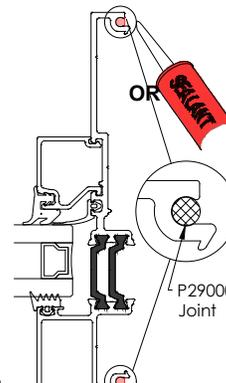

FIG. 5
- Appliquez un cordon continu de mastic de 1/8" [3] le long du montants femelles affleurant avec la jambe intérieure/extérieure OU insérez le joint P290003 en option. **Voir FIG 5.**